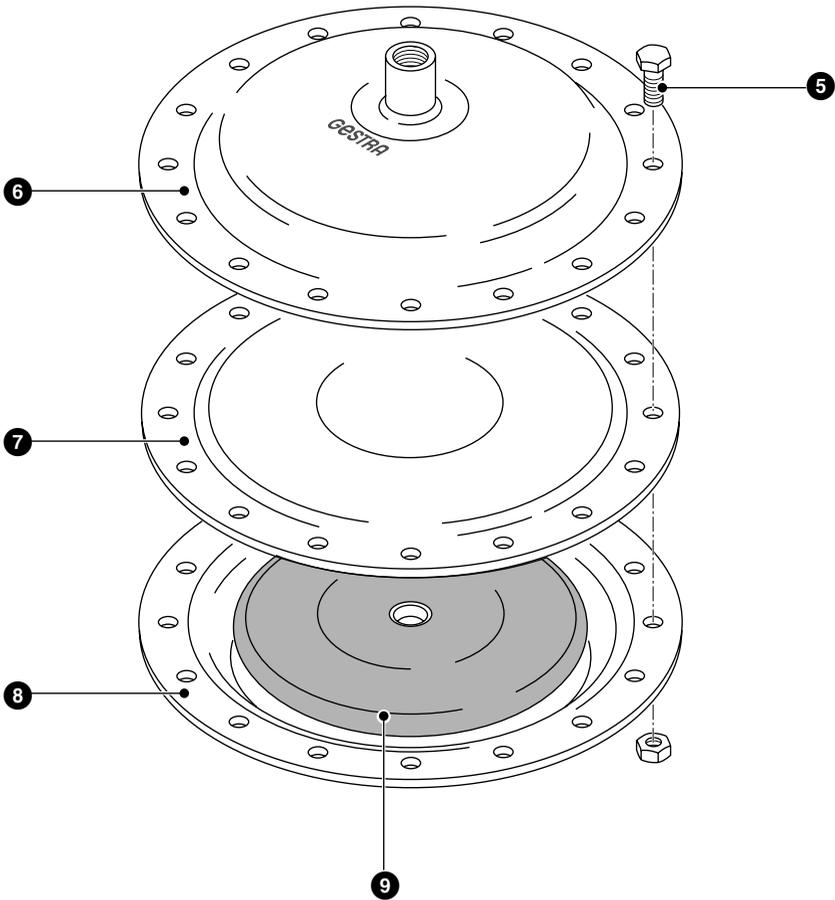

Fig. 9
2. Desserrer les vis six pans **5** et les écrous six pans et les retirer. **Fig. 9**